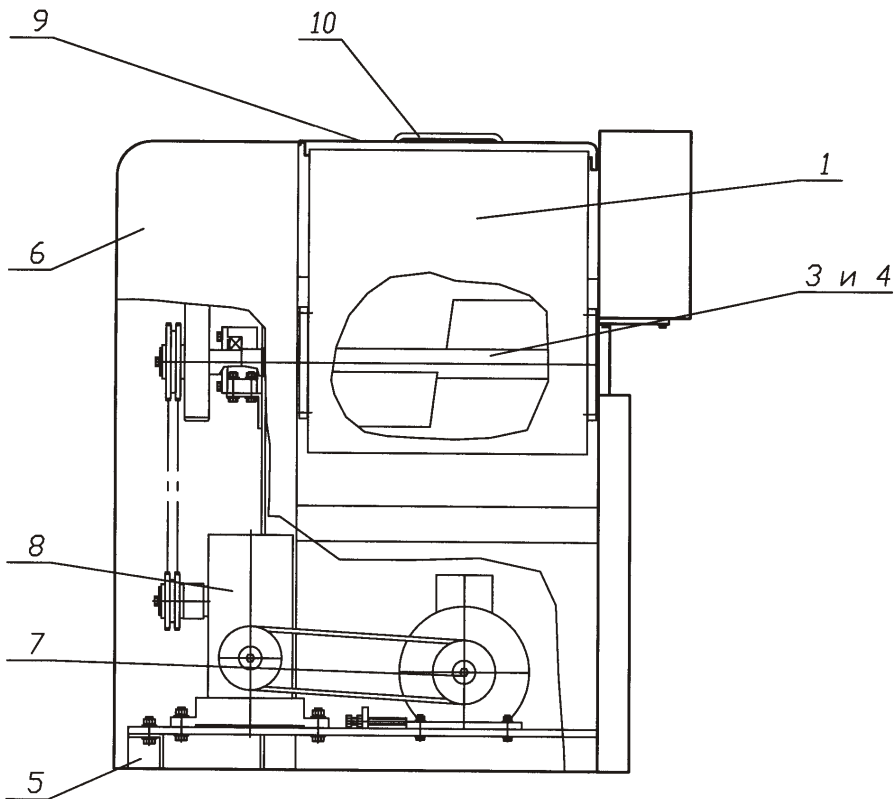

Рисунок 1 - Машина тестомесильная ТММ-03
1.1.5.1 Машина тестомесильная (рисунок 1) состоит из сварного бункера 1, в котором установлены месильные валы 3 и 4, рамы 5, кожуха 6. Привод месильных валов осуществляется электродвигателем 7 через ременную передачу на редуктор 8 и через цепную передачу на месильные валы. Бункер машины снабжен откидывающейся крышкой 9 для предотвращения выброса муки при замесе теста. Выгрузка готового теста производится путем опрокидывания бункера ручкой 10. Схема электрическая принципиальная представлена на рисунке 2.